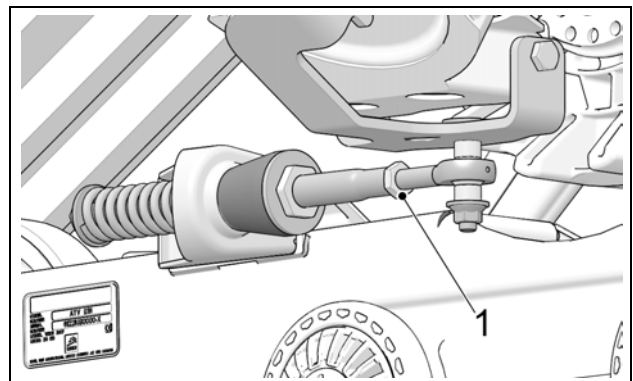

Figure 16
- Resserer le contre-écrou (1) à un couple de 40 N•m (30 lb•pi). Voir Figure 16.